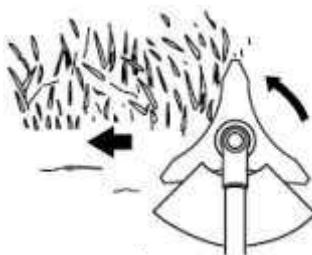

рис. 14
1. Направляйте косу справа налево, при этом с небольшим наклоном влевую сторону. Рис. 14